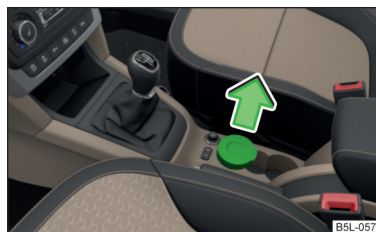

Fig. 62
- Scoateți scrumiera în sensul săgeții » fig. 62.